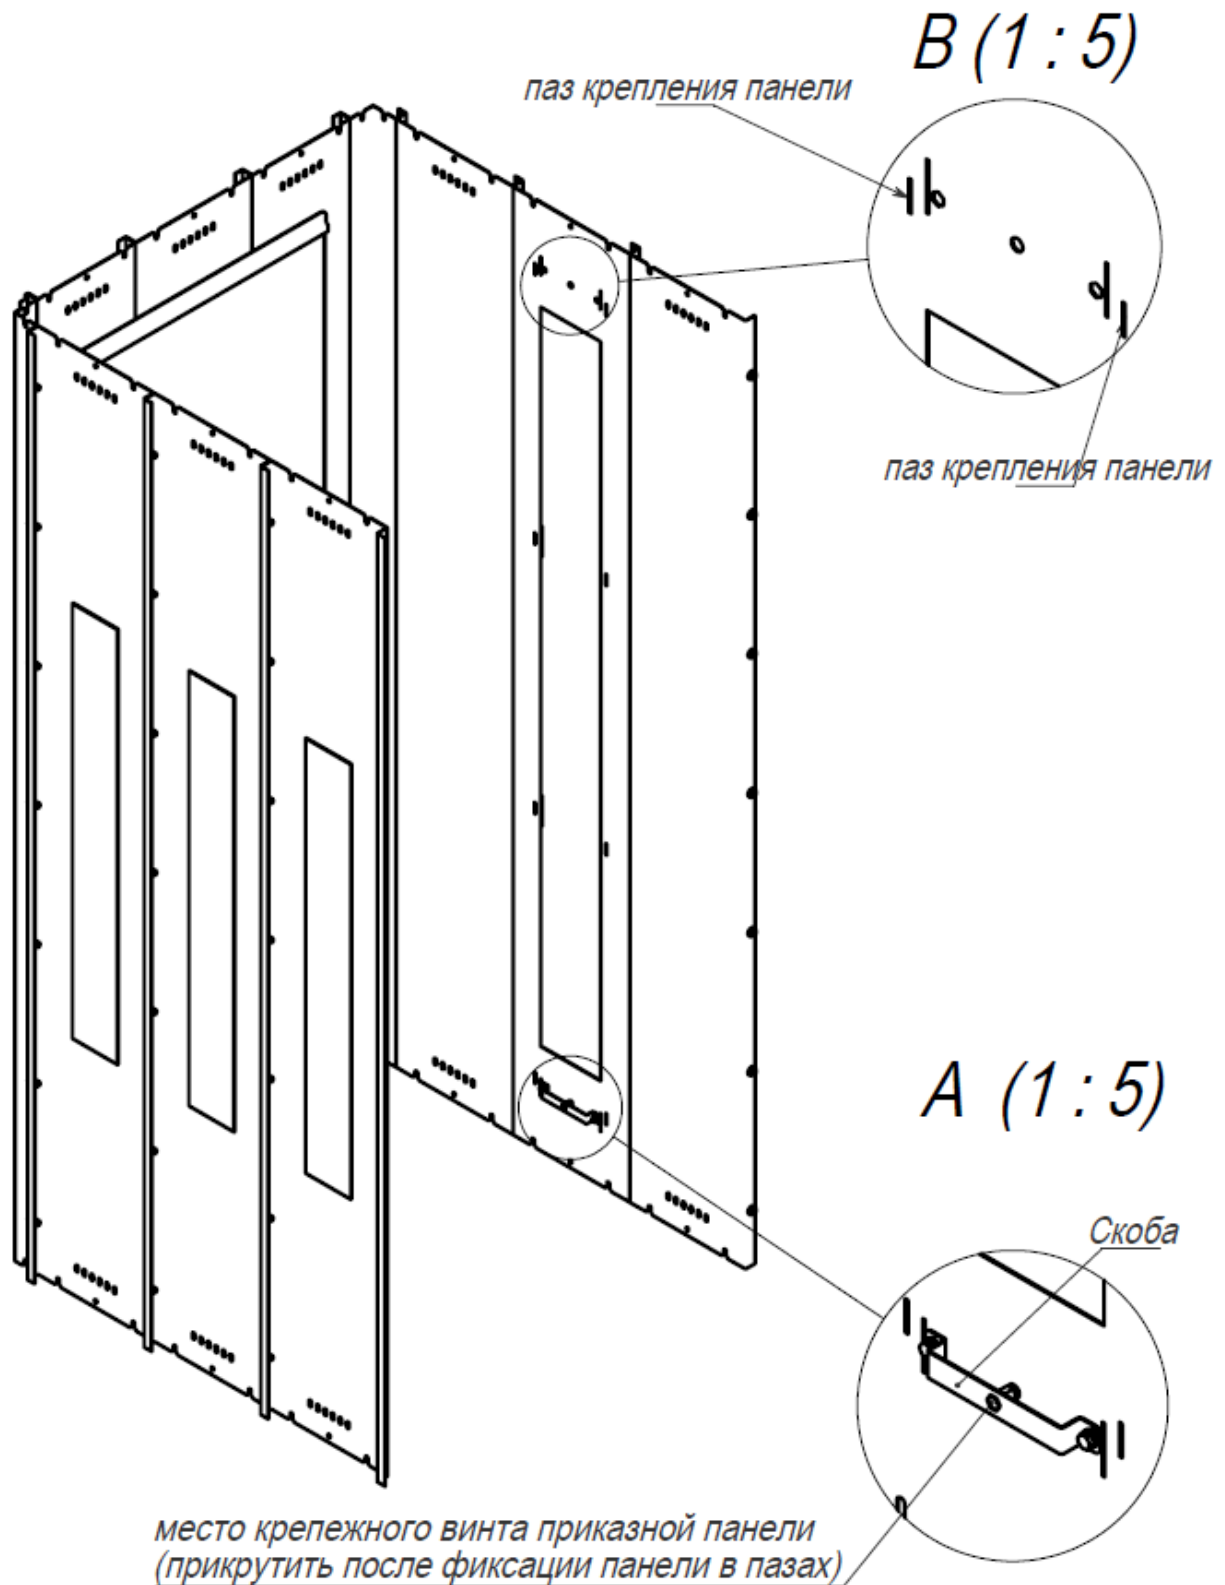

Рис.33
7.4.7. Установка щита под приказную панель (рис.33) :